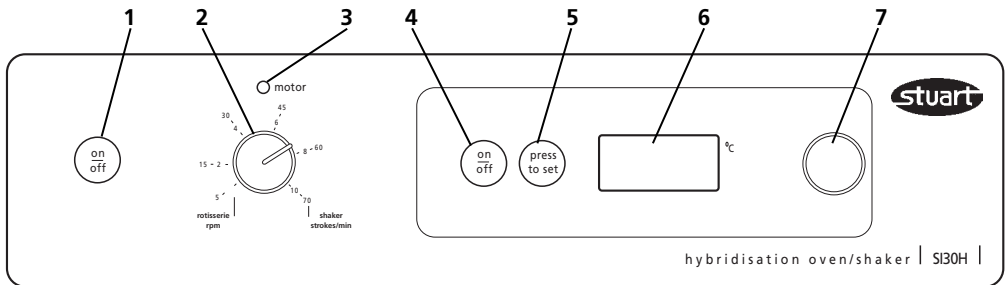

Fig 3: Comandi del pannello frontale
- 3.1 I comandi di regolazione della temperatura dell'incubatore sono situati sul lato destro del pannello di controllo (numeri 4-7 in Fig. 3).